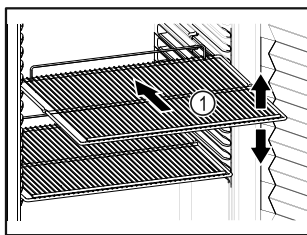

Fig. 31
- Ak sa dajú odkladacie rošty Fig. 31 (1) premiestniť, prispôbte výšku.